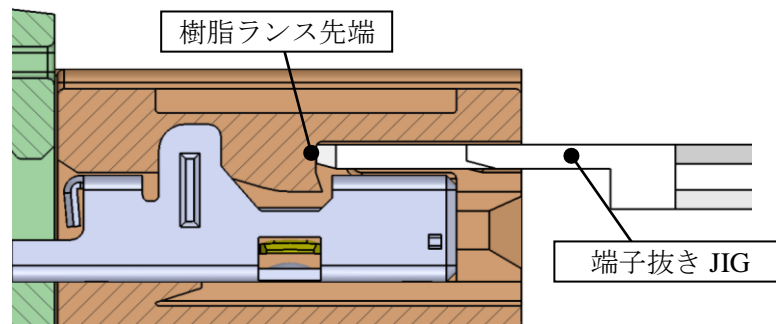
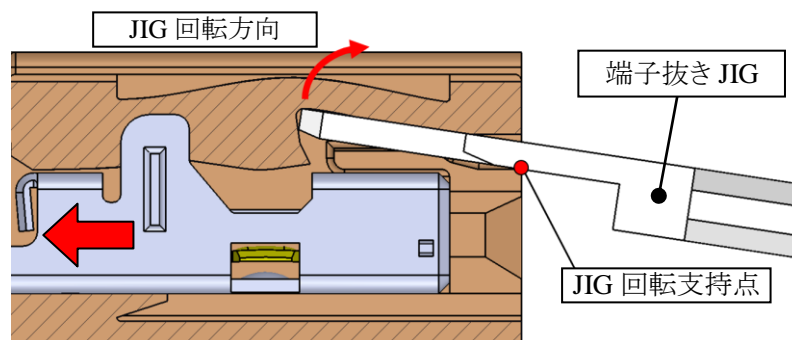

図 32.抜き JIG が樹脂ランスに突き当たる位置
図 33.端子抜き JIG 使用イメージ
- ③ 図 32 のように端子抜き JIG 先端が樹脂ランス先端に突き当たったら引き抜き JIG を図 33 の方向に天井に当たるまで軽く回転させ、樹脂ランスを持ち上げます。その状態を維持したまま、端子の電線を水平に引張って下さい。
- ④ 端子引き抜き途中で、抜きにくさを感じた場合、無理に引き抜こうとせず、引抜き JIG の挿入位置・深さは適切か等確認の上、再度最初から作業を実施して下さい。